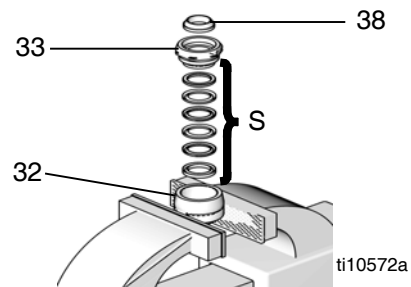

FIG. 18
1. Lubrifiez les joints de vanne d'admission (S) et installez-les dans la vanne (32). Voir FIG. 18. Consultez les sections concernant les kits de joints pour connaître la configuration correcte du joint de la vanne d'admission.
2. En orientant la partie chanfreinée vers le haut, poussez le joint de la vanne d'admission (38) dans la gorge de l'écrou de presse-étoupe de la vanne d'admission (33) jusqu'à ce qu'il s'insère dans la bonne position. Le nez du joint doit être rincé en même temps que l'écrou du presse-étoupe ou en l'enfonçant légèrement. Voir FIG. 18.
3. Placez les méplats du corps de la vanne (32) dans un étau. Vissez manuellement l'écrou du presse-étoupe (33) dans le corps de la vanne. Mettez l'ensemble du boîtier d'admission de côté.